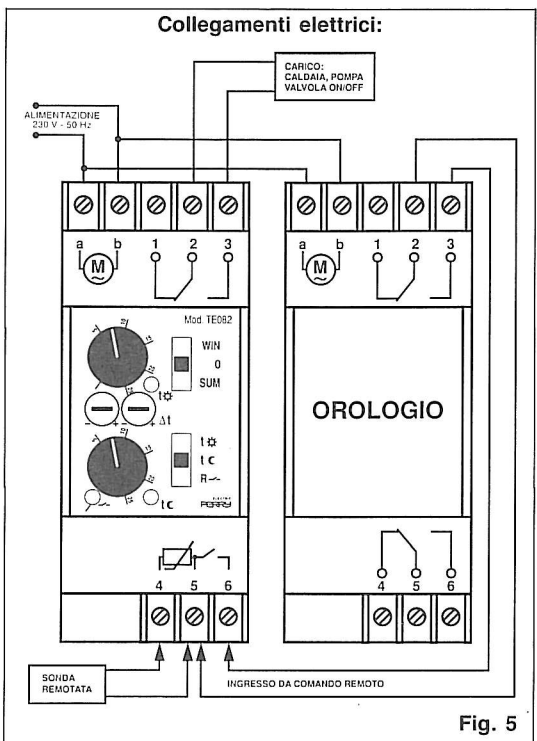

Fig. 5
- Con l'ausilio di un utensile, sollevare la linguetta di bloccaggio (2) dei coprimorsetti (1) superiori ed inferiori ed estrarre i coprimorsetti.
- Provvedere ai collegamenti elettrici come da schema (fig. 5) collegare sonda, carico, eventuale orologio, alimentazione.
- Collegare l'alimentazione ai morsetti a-b (fig. 5).